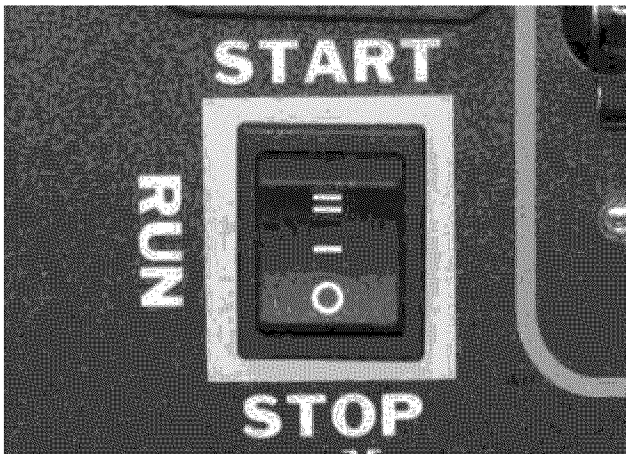

Figura 29 – Interruptor de control del motor
- Oprima y mantenga apretado el interruptor de control del motor en la posición **START (encendido)** hasta que el motor arranque. Después de que se encienda el motor, suelte el interruptor de control del motor; se moverá automáticamente a la posición **RUN (funcionamiento)** (vea la Figura 29).